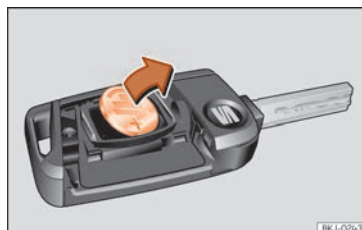

Fig. 133 Clé du véhicule : retirez la pile.
- Retirez la pile du compartiment à l'aide d'un objet fin approprié »» fig. 133.
- Placez la pile neuve comme indiqué »» fig. 133 et appuyez-la contre le logement des piles dans le sens contraire de la flèche »» ❷.